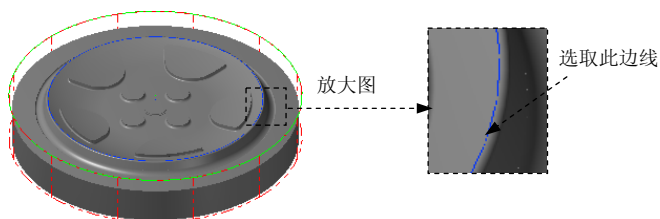

图 15.32 选取切削范围边线
(3) 单击“刀具路径的曲面选取”对话框的 **边界范围** 区域中的 ☐ 按钮, 系统弹出“串联选项”对话框, 采用“串联方式”选取图 15.32 所示的边线。单击 ☒ 按钮, 系统返回至“刀具路径的曲面选取”对话框。
(4) 单击 ☒ 按钮, 系统弹出“曲面精加工环绕等距”对话框。